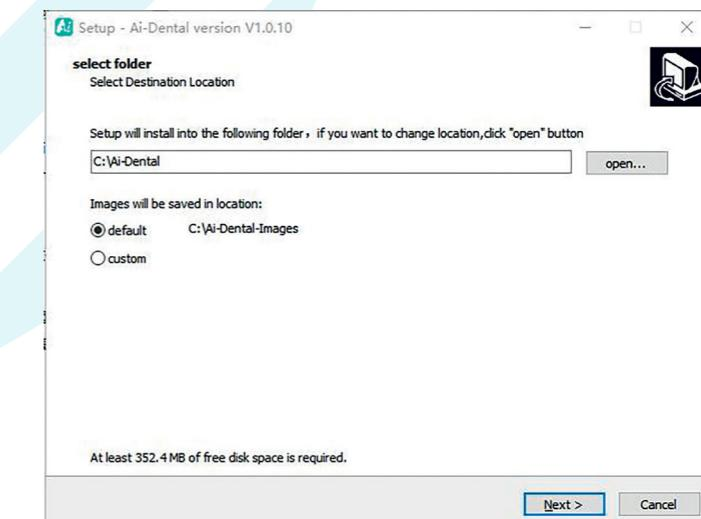

Figure 4
- 4.1.3 Une fois le programme d'installation lancé, cliquez sur le bouton « Browse » pour sélectionner le chemin d'installation. Une fois le chemin sélectionné, cliquez sur le bouton « Next » (Suivant), comme le montre la Figure 4 :